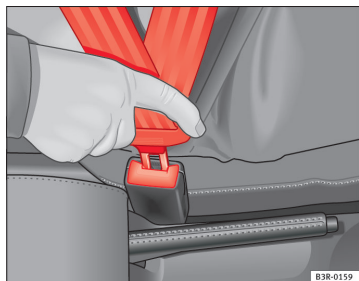

Fig. 11 Boîtier de verrouillage et pêne de la ceinture de sécurité
- Enfoncez le pêne dans le boîtier de verrouillage solidaire du siège jusqu'à ce qu'il s'encastre de manière audible ⇒ fig. 11.